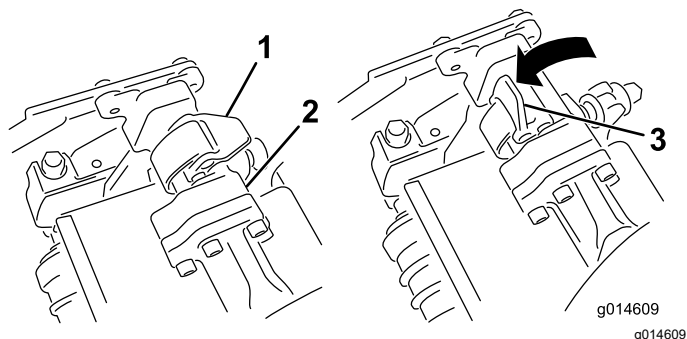

图 53
4. 当悬挂臂杆上的闩锁指向上方即打开时图 53 向下压悬挂臂使悬挂臂杆与滚刀组上方的支架相契合图 54。
5. 向下并绕着滚刀组横杆关闭闩锁将它们锁定到位图 53。
5. 打开您正在拆下的滚刀组悬挂臂上的门锁图 53。